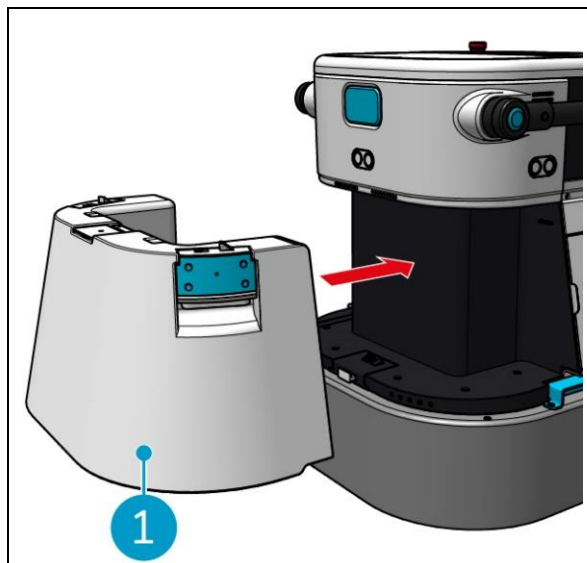

Figura 16
8. Faça deslizar o depósito de água limpa de volta para o co-botic™ 45 utilizando as pegas azuis, ver Figura 16.